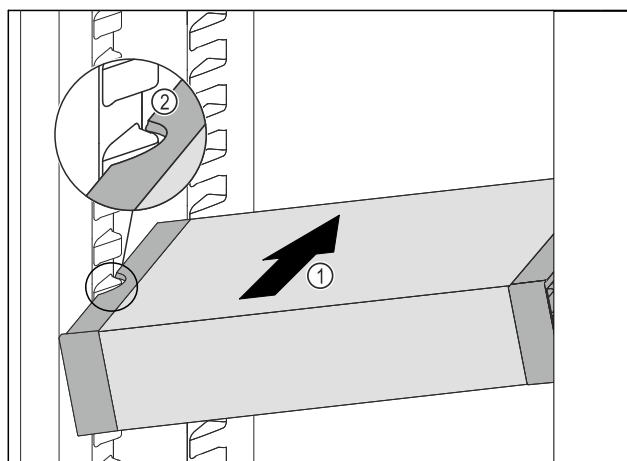

Fig. 37
- ▶ VarioSafe wsunąć ukośnie do chłodziarki Fig. 37 (1), aż boczne wycięcia Fig. 37 (2) VarioSafe będą się znajdować na wysokości żeber pojemnika w chłodziarce.